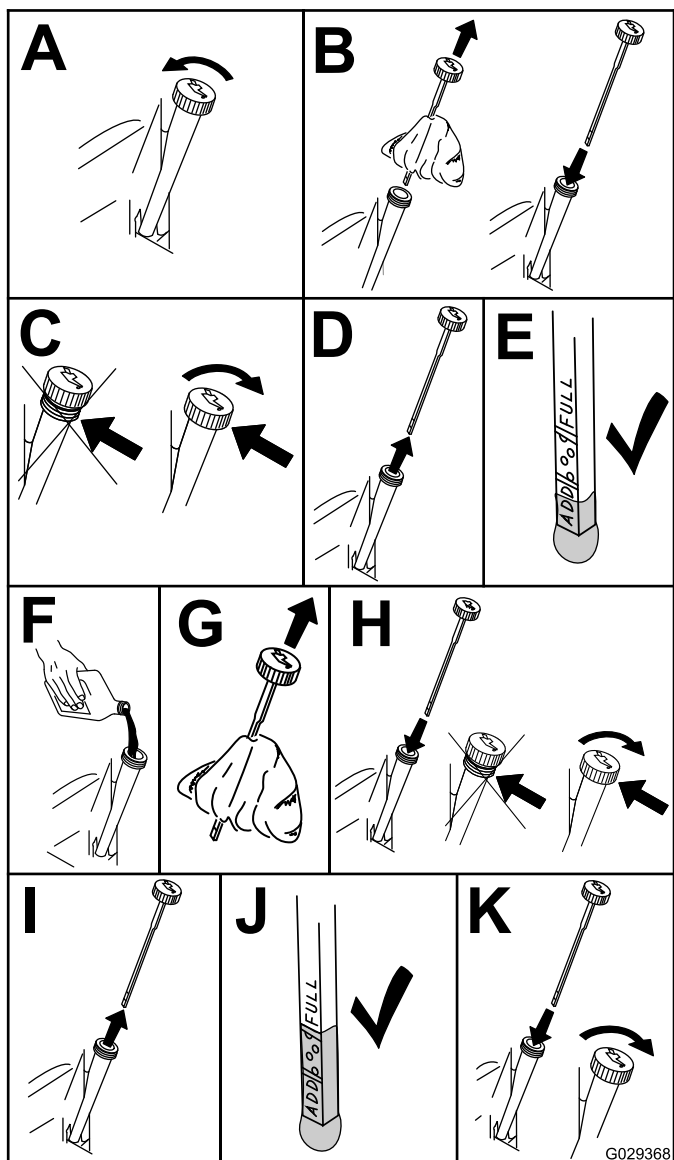

Figura 35
4. Controllate il livello dell'olio motore (Figura 35).